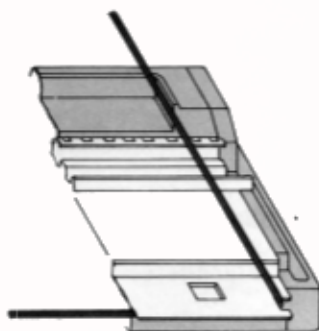

Fig. 110
- Sortir la laine B du guide-fil et la mettre en attente à **droite** (fig. 110),